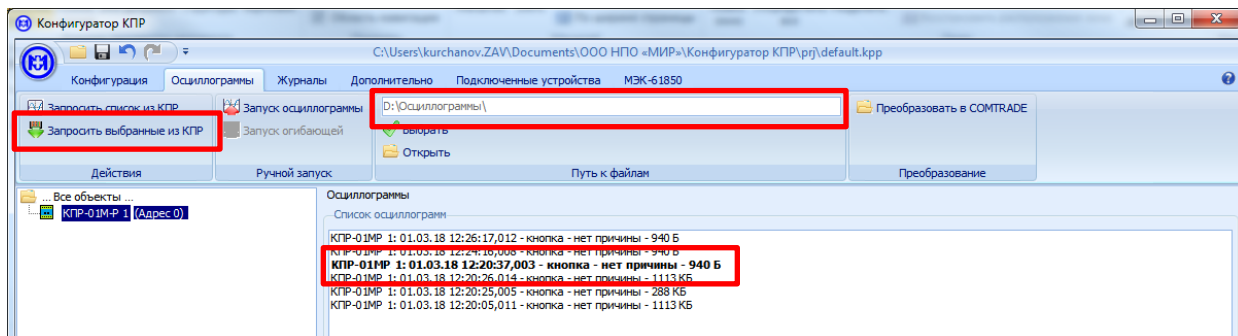

Рисунок 6.20 – Сохранение выбранных осциллограмм на ПК
- в поле *Список осциллограмм* выбрать одну или несколько осциллограмм и нажать кнопку *Запросить выбранные из КТР* (рисунок 6.20).